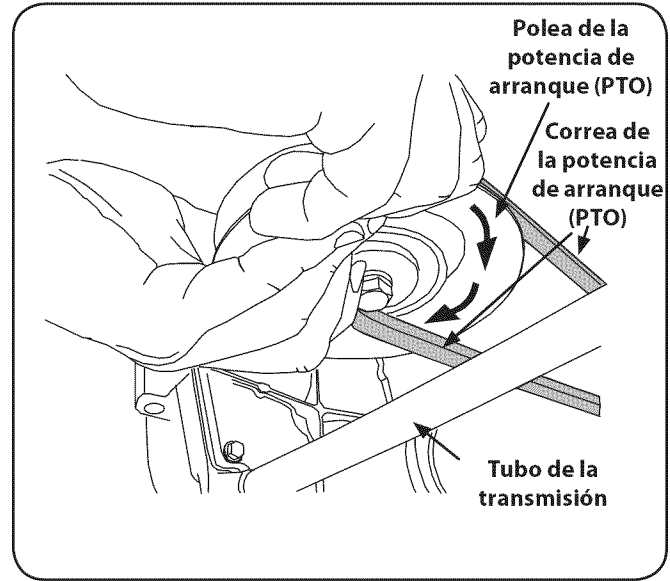

Figura 7-4
5. Mientras sostiene la correa y la polea juntas, rote la polea hacia la izquierda (Vea la Figura 7-4). Siga sosteniendo y rotando la polea y la correa hasta que la correa se enrolle totalmente en la polea de la potencia de arranque (PTO).